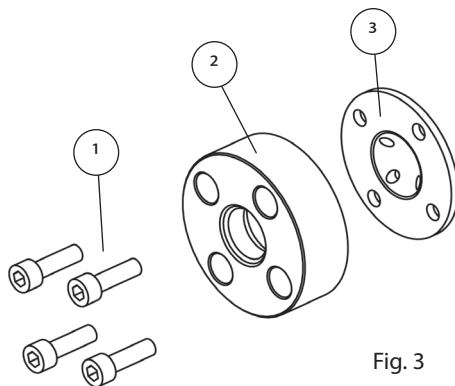

Fig. 3
6. Monter dreneringsventil ved hjelp av fire sylindrhodeskruer. Det er viktig at gummipakningen sitter riktig i forhold til hullene, og at den står riktig vei (se fig. 3).
Dreneringsventilen består av en membran i gummi (fig. 3). Det er viktig å posisjonere denne slik at den tetter når vanntrykket blir stort nok, i tillegg til at den skal åpne igjen når ventilen stenges.